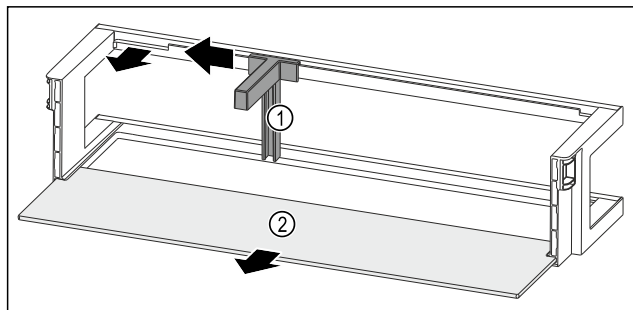

Fig. 187 Balconcino controporta con fermabottiglie e ripiano
- Spingere il fermabottiglie Fig. 187 (1) lateralmente fino all'incavo.
- Rimuovere il fermabottiglie Fig. 187 (1).
- Rimuovere il ripiano Fig. 187 (2).